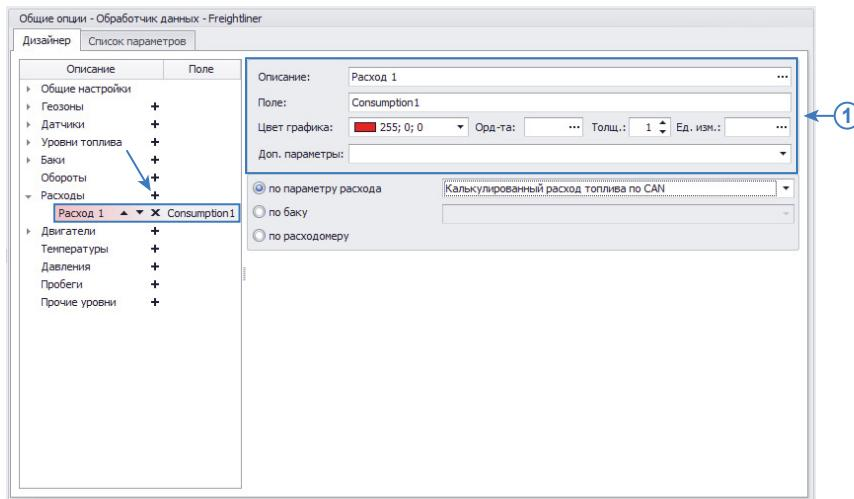

Рис.41. Создание параметра расхода топлива.
Программа «АвтоГРАФ 5 ПРО» позволяет рассчитать расход топлива транспортным средством. Для мониторинга расхода необходимо добавить в Дизайнер новый параметр в группу «Расходы» (Рис.41).
**1. Общие настройки (Рис.41, п.1).** Общие настройки описаны в разделе «Общие настройки параметров», поэтому в данном разделе их настройка рассматриваться не будет.